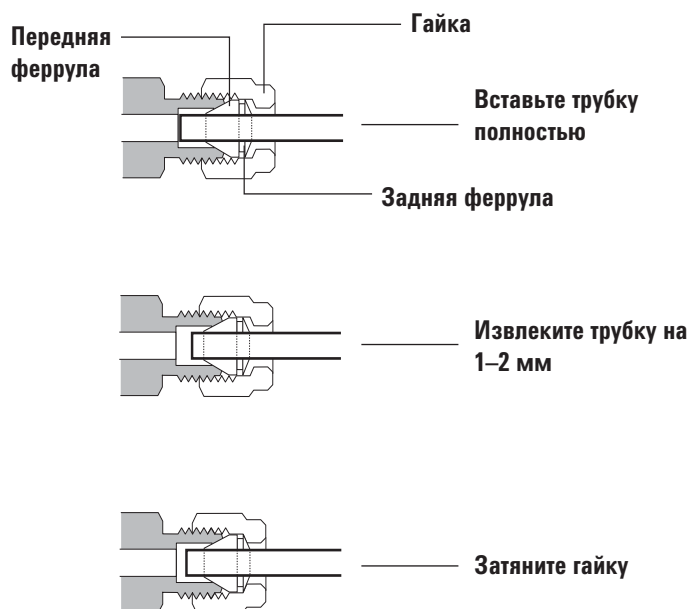

Рисунок 19 Вставка трубки
- 5 Полностью вставьте трубку в заглушку, затем извлеките ее приблизительно на 1–2 мм (см. Рис. 19).